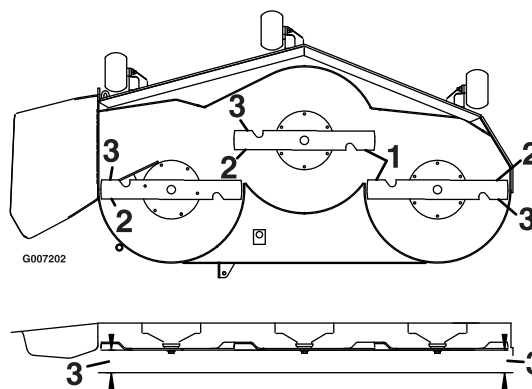

Figure 70
- Mesurez la distance entre les tranchants extérieurs et le sol plat (Figure 70). Si les deux mesures diffèrent de plus de 5 mm, un réglage s'impose. Poursuivez la procédure de mise à niveau.